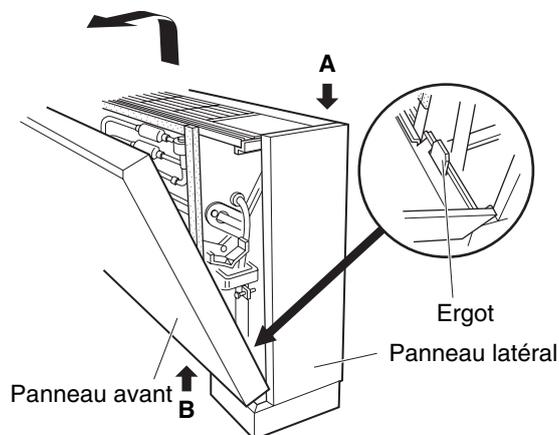

Fig. 3-108
- (1) Retirez les 2 vis situées sur la partie inférieure du panneau avant.
- (2) Tout en maintenant la partie **A** située dans la partie supérieure droite de l'unité, poussez vers le haut la partie **B** située dans la partie inférieure droite du panneau. Le côté droit du panneau avant est retiré. Retirez ensuite le côté gauche du panneau avant en procédant de la même manière. (Fig. 3-108)
- (3) Dégagez le connecteur 2 broches de l'élément chauffant anti-condensation. (Fig. 3-108)